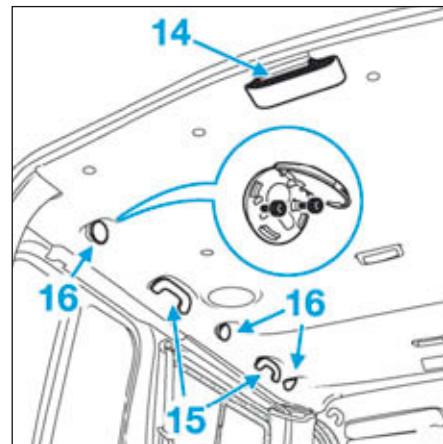

FIG.68
- Clipper (Fig.68) :
- le cache (14) de gâche de portes arrière,
- les poignées de maintien (15),
- les caches (16) de fixation de filet.